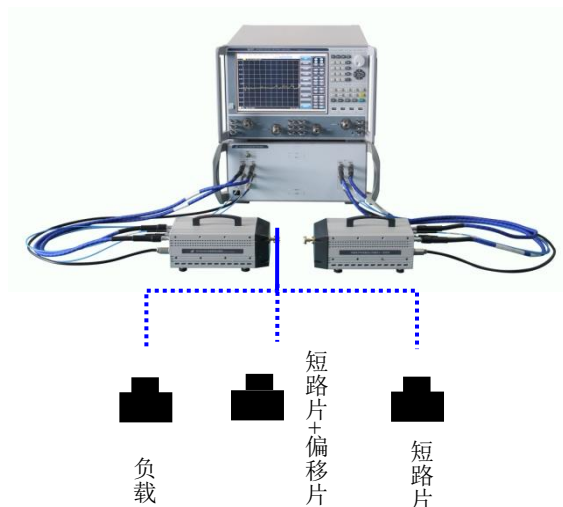

图 9-4 单端口校准连接框图
1) 如图 9-4 所示连接系统, 预热 30 分钟以上。
3) 按照仪器提示如图 9-4 所示连接完成端口 1 单端口校准，校准顺序为负载→偏移片+短路片→短路片。